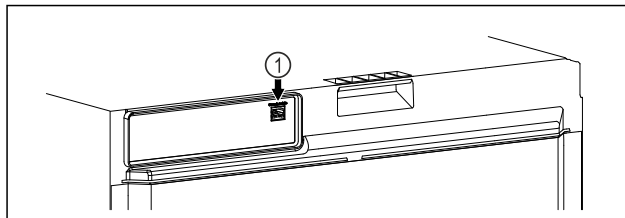

Fig. 157
- Le SmartModule Fig. 157 (1) est installé.